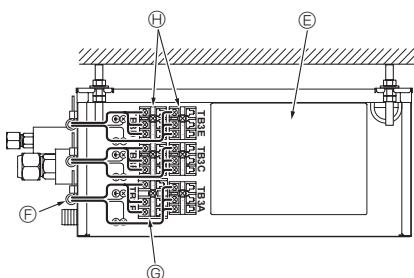

Fig. 9-3
4. Fissare ogni cavo in posizione con un morsetto idoneo. (Fig. 9-3)
5. Collegare saldamente ogni cavo all'idonea morsettiera. (Fig. 9-3)